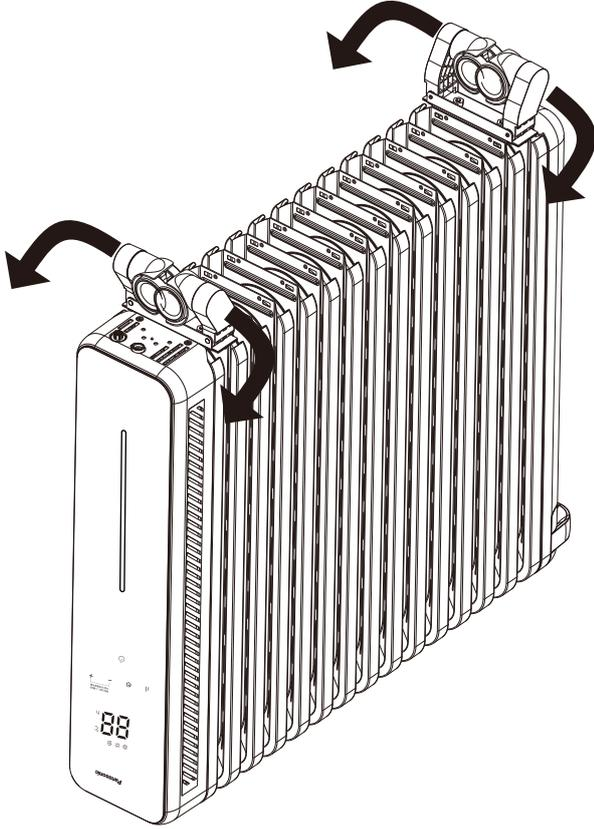

图1
1. 从包装中取出产品并确认完好后，将产品倒置在平整干净的地面上，将脚轮板按图示方向转90度展开，直到听到轻微的“咔哒”声（图1所示）。